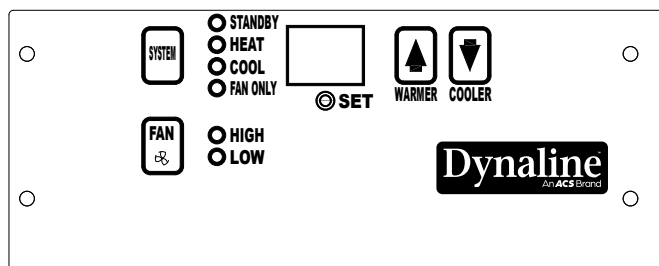

Figure 14
C. MONOXYDE DE CARBONE (CO) (Voir Figure 14)
Cet appareil Dynaline peut être équipé d'un détecteur de monoxyde de carbone (CO) intégré (capteur pour système modèle C01224T). Pour accéder au détecteur de CO supprimer le front de DL. Le détecteur de CO se trouve sur le côté gauche de l'appareil et se compose d'un détecteur et la carte d'alimentation. Voir la figure 14 Le système connecté détecteur de monoxyde de carbone connu sous le nom CO1224T a été testé par un laboratoire de test reconnu au niveau national et a été vérifié pour effectuer la détection de monoxyde de carbone jusqu'à 12 000 pieds d'altitude. Au cours de ce test par le laboratoire de test reconnu national du détecteur alarmé dans le délai prévu par la norme ANSI / UL 2034 pour les concentrations de monoxyde de carbone de 70, 150 et 400 parties par million (ppm).
1. Un bouton de test est située sur le boîtier du détecteur (voir Figure 14).